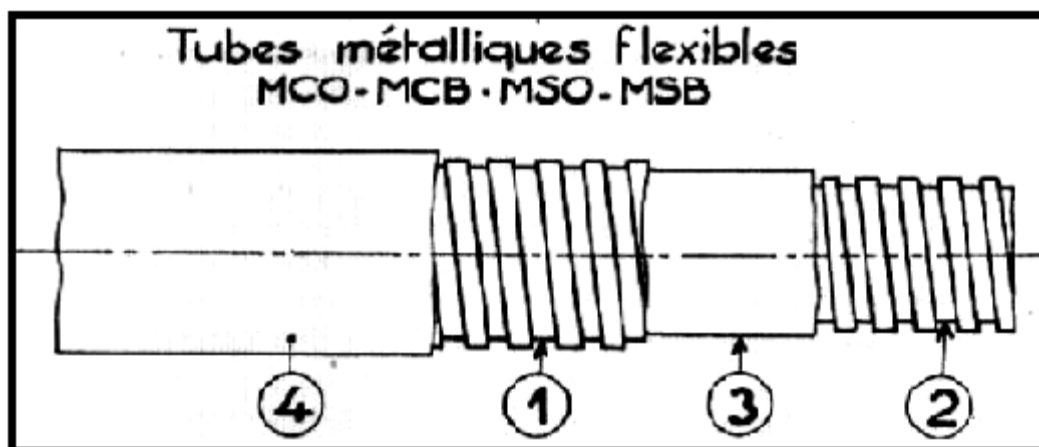

Figure 1.7– Constitution d'un conduit flexible "métallique"
• Constitution :(voir figure 1.7)